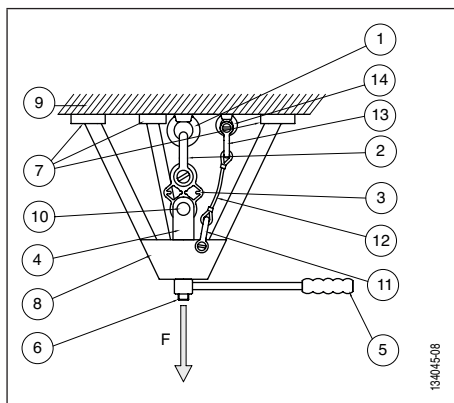
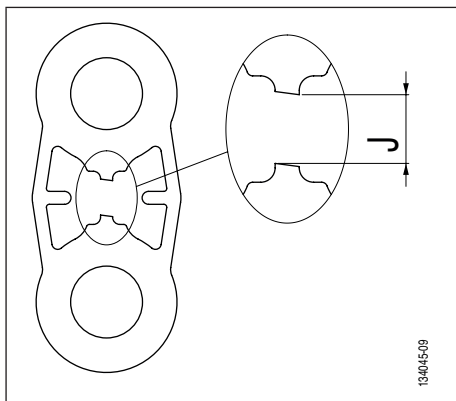

Fig. 6
Fig. 7
- 1 apparecchio di messa in carico ad azionamento manuale di tipo treppiede (vedi Fig. 6, pag. 45, capitolo 4.2. Schema),
- 1 dispositivo di sicurezza per la trattenuta del dispositivo di messa in carico, in caso di rottura del punto di ancoraggio da testare, comprendente (vedi Fig. 6, pag. 45):
- 1 corda di sicurezza di lunghezza appropriata (vedi Fig. 6, pag. 45, capitoli 4.2. Schema e 4.3. Verifiche prima dell'installazione),
⚠ PERICOLO: Per testare un punto di ancoraggio mediante la placchetta per test TA, l'operatore deve tassativamente utilizzare un apparecchio di messa in carico di tipo treppiede ad azionamento manuale che sia stato specificatamente progettato e dimensionato al fine di poter essere utilizzato per la messa sotto carico di trazione senza rischio del punto di ancoraggio da testare (Fig. 6, pag. 45), o qualsiasi altro apparecchio di messa sotto carico di trazione della placchetta per test TA appositamente progettato e dimensionato per essere utilizzato in completa sicurezza.
L'insieme delle verifiche prima dell'installazione descritte qui di seguito, fa riferimento alla Fig. 6.
L'insieme delle procedura descritta qui di seguito, fa riferimento alla Fig. 6.
PERICOLO: Il gioco 'J' massimo (Fig. 7, gioco J) non deve superare i 15 mm.
1. Aumentare progressivamente il carico agendo sull'apparecchio di messa in carico (Fig. 6, pag. 45, rif. 8). L'operatore dovrà tassativamente tenere d'occhio la placchetta, al fine di poter stoppare la messa in carico immediatamente dopo la rottura della sezione 'S' della placchetta (Fig. 7).
2. Alla rottura della sezione di controllo 'S' della placchetta per test TA (Fig. 7), l'operatore deve immediatamente interrompere la sua azione sull'apparecchio di messa in carico per non rischiare di rompere completamente la placchetta.
L'insieme della procedura descritta qui di seguito, fa riferimento alla Fig. 6, pag. 45.
8. Proseguire la messa in carico della placchetta per test TA dopo la rottura della sezione di controllo 'S' (vedi capitolo 5.2. *Procedura di messa in opera del test di trazione*, Fig. 7, pag. 46).